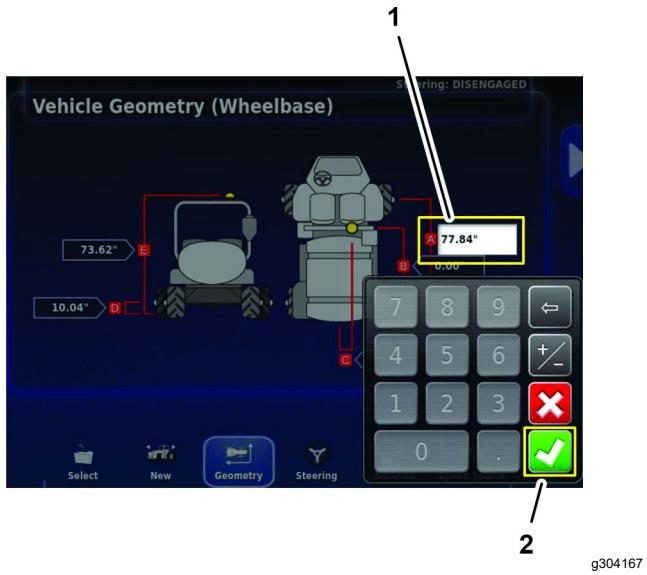

Figura 189
- Premete l'icona Linea centrale degli assali anteriori e posteriori (A), utilizzate il tastierino sullo schermo per inserire la misurazione registrata nel modulo di geometria del veicolo di Misurazione della geometria del veicolo \(pagina 86\) e premete l'icona Conferma (Figura 189).